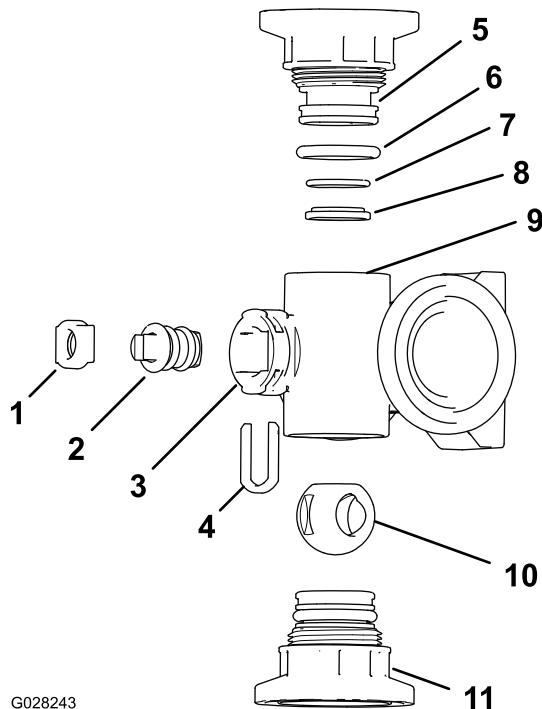
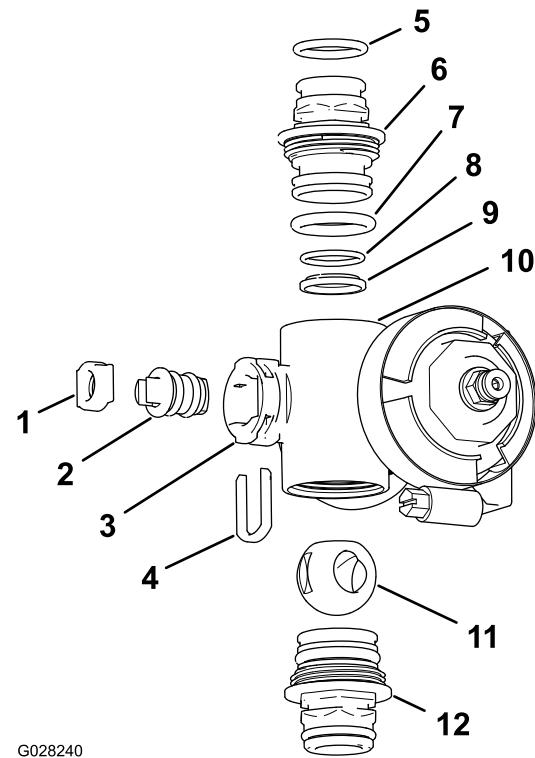

Figura 98
Figura 99
2. Togliete i 2 gruppi del raccordo del tappo terminale da ciascuna estremità del corpo del collettore (Figura 98 e Figura 99).
4. Rimuovete il fermo dello stelo dalle scanalature nella porta dello stelo nel collettore (Figura 98 e Figura 99).
5. Rimuovete il fermo dello stelo e la sede dello stelo della valvola dal collettore (Figura 98 e Figura 99).
6. Rimuovete il gruppo dello stelo della valvola dal corpo del collettore (Figura 98 e Figura 99).
- Controllate le condizioni degli O-ring del raccordo di uscita (solo collettore della valvola di sezione), gli O-ring del tappo terminale, gli O-ring della valvola di non ritorno e la sede della sfera per escludere danni o usura (Figura 98 e Figura 99).
- Applicate del grasso allo stelo della valvola e inseritelo nella sede dello stelo della valvola (Figura 98 e Figura 99).
- Montate lo stelo della valvola e la sede nel collettore e fissateli con il fermo dello stelo (Figura 98 e Figura 99).
- Assicuratevi che l'O-ring della valvola di non ritorno e la sede della sfera siano allineati e in sede nel raccordo del tappo terminale (Figura 98 e Figura 99).
- Montate il gruppo del raccordo del tappo terminale sul corpo del collettore fino a quando la flangia del raccordo del tappo terminale non tocca il corpo del collettore (Figura 98 e Figura 99), poi ruotate il raccordo del tappo terminale di 1/8 a 1/4 di giro aggiuntivi.